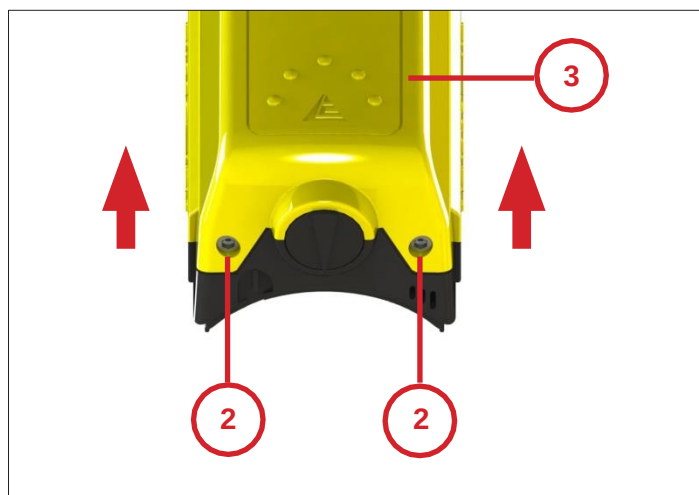
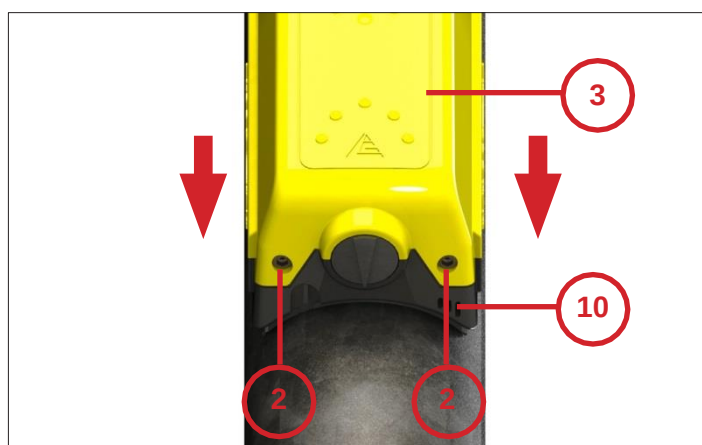

Рис. 14
Рис. 18
- Зніміть верхню частину пристрою (3), як описано на **рис. 14**.
- Послабте 2 гвинти з головками під хрестоподібну викрутку (14), щоб установити рівень вібрації.
- Перевірте правильність розташування ущільнення вібратора й установіть на місце верхню частину пристрою (**рис. 18**).